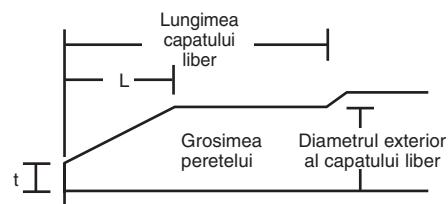

Figura 6-1: dimensiunea capatului liber (care intra in mufa) si a sanfrenului
- 4 Curatati suprafata zonelor de imbinare, slefuiti partile aspre si cu un polizor sanfrenati capetele conductei pentru a facilita asamblarea. (**vezi Figura 6-1**). Nu mai este nevoie de polizare.